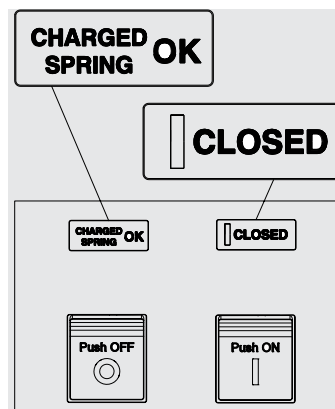

Abbildung 52
4. Leistungsschalter ein mit gespannten Federn (siehe Abbildung 52). Dieser Zustand kommt vor, wenn nach der Einschaltung (siehe Schritt 4 - Abbildung 52) die Federn von Hand oder automatisch durch den Getriebemotor (sofern vorgesehen) nachgespannt werden.